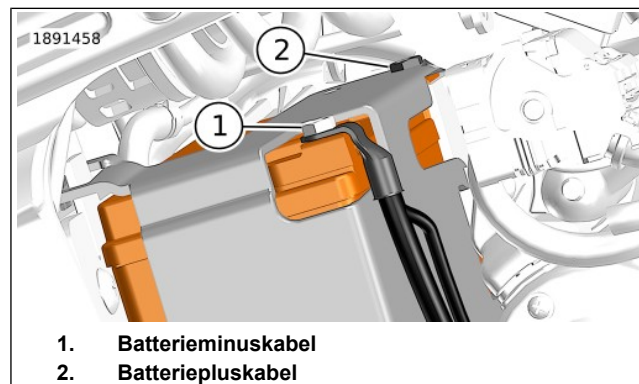
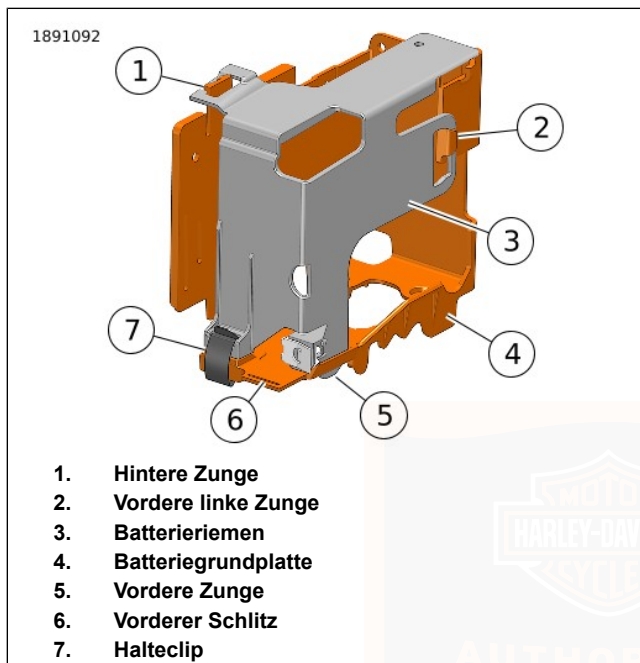

Abbildung 67. Batterieanschlüsse
Abbildung 68. Batterieriemen und -grundplatte: (Zur besseren Sicht ausgebaut)
- b. Den WSS-Steckverbinder (1) abziehen.
- c. Die Verkabelung aus den Haltern (2) entfernen.
- d. Den Motoröl-Messstab (3) entfernen.
- g. **Falls erforderlich:** Den Kabelbinder (5) durchschneiden und entsorgen.
6. Siehe Abbildung 67. Trennen Sie das negative Batteriekabel (1).
7. Siehe Abbildung 68. Den Batterieriemen abnehmen.
- Den Sicherungsclip (7) entfernen.
- Die hintere Zunge (1) vom Batterieriemen (3) zur Batteriegrundplatte (4) abklemmen.
- Die vordere linke Zunge (2) vom Batterieriemen zur Batteriegrundplatte abklemmen.
8. Siehe Abbildung 67. Das Batteriepluskabel (2) abklemmen.
Siehe Abbildung 68. Batterie in Batteriegrundplatte einbauen.
2. Siehe Abbildung 67. Das Batteriepluskabel (2) an den Pluspol der Batterie anschließen. Festziehen.
3. Den Batterieriemen (3) anbringen.
- b. Die vordere linke Zunge (2) vom Batterieriemen zur Batteriegrundplatte anschließen.
- c. Die hintere Zunge (1) vom Batterieriemen zur Batteriegrundplatte anschließen.
- d. Den Halteclip (7) schließen.
4. Siehe Abbildung 67. Das Batterieminuskabel (1) an den Minuspol der Batterie anschließen. Festziehen.